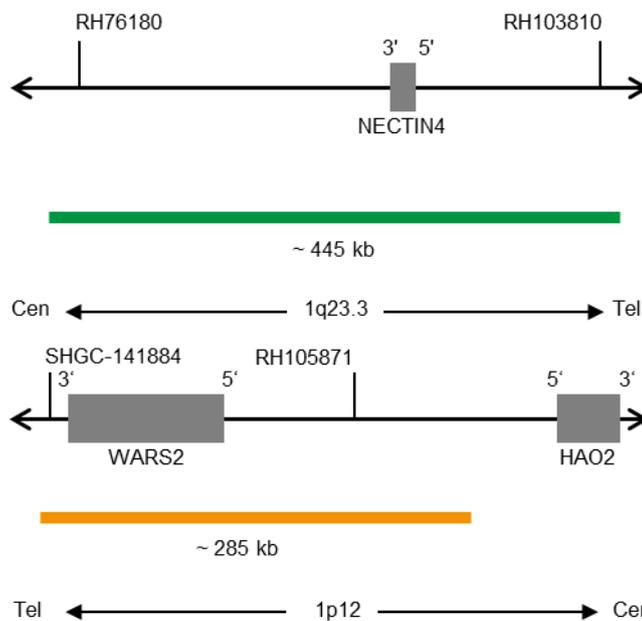

Fig. 1: Em cima: Mapa de sondas SPEC NECTIN4, em baixo: Mapa de sondas SPEC 1p12 (não à escala)
- Polinucleótidos marcados com ZyGreen (excitação 503 nm/emissão 528 nm) (~10,0 ng/μl), que têm como alvo sequências mapeadas em 1q23.3* (Chr1:160,773,463-161,218,427) que albergam a região do gene NECTIN4 (ver Fig. 1).
- Polinucleótidos marcados com ZyOrange (excitação 547 nm/emissão 572 nm) (~4,5 ng/μl), que visam sequências mapeadas em 1p12* (Chr1:119,537,102-119,823,147) (ver Fig. 1).